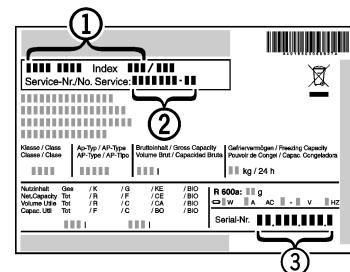

Fig. 51
- Relever la désignation de l'appareil Fig. 51 (1), le n° de service Fig. 51 (2) et le n° de série Fig. 51 (3) sur la plaquette signalétique. Cette plaquette se trouve sur la paroi intérieure gauche de l'appareil.
- Informer le S.A.V. et lui communiquer la panne, la désignation de l'appareil Fig. 51 (1), le n° de service Fig. 51 (2) et le n° de série Fig. 51 (3).